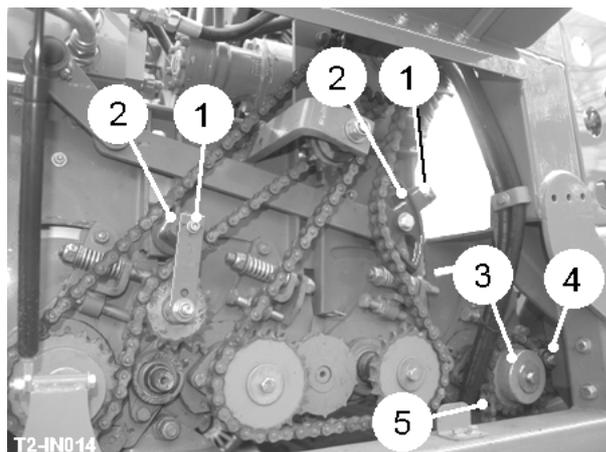

Fig 17
La tensión de la cadena de unidad puede ser el conjunto soltando el perno (item 1, fig 17), girando el soporte de tensioner (item 2, fig 17).
La unidad de transferencia de omega alimenta la tanda en las esparcidor telarañas o el web de transferencia (dependiendo de la especificación de computadora). La unidad consta de una fila de rollos de pergamino de poliuretano (item 3, fig 17) y un rodillo de terrón de acero (item 4, fig 17). La velocidad de la unidad es el conjunto de la terminal del servicio. El altura de rodillo de terrón debe ser el conjunto de dar forraje al mejor en the following Web. La cadena de unidad (item 5, fig 17) es ajustado soltando el motor que instala pernos y girar el motor en el hueco en aumento.